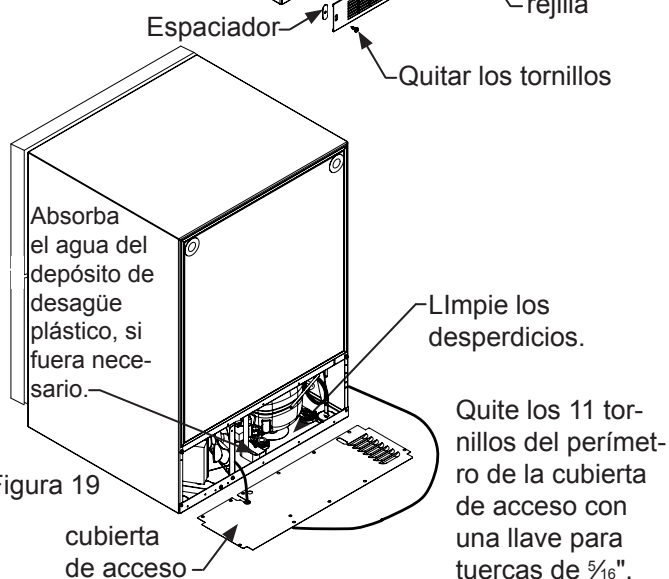

Figura 19
10. Quite la cubierta de acceso posterior (vea la Figura 19) y limpie la suciedad y desperdicios del compartimiento de la máquina mediante un cepillo y una aspiradora.